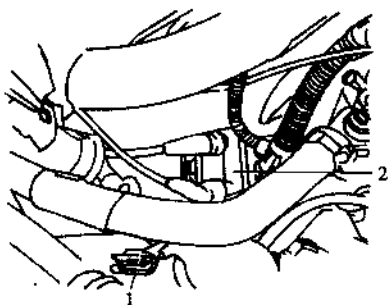

图 2.41 拔下点火线圈插头
① 将点火线圈功率放大器的 4 针插头拔下(注意奥迪 APS 和 ATX 发动机为 5 针插头), 如图 2.41 所示。